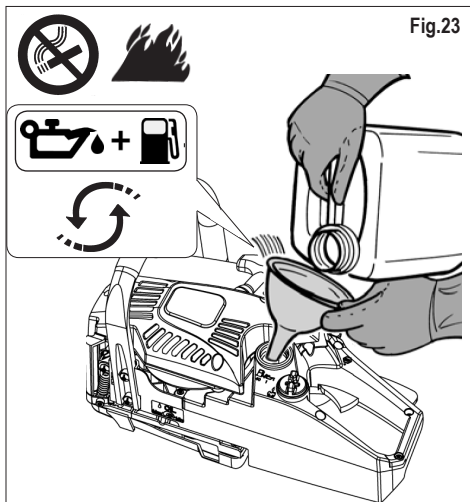

Fig.23
3) Préparer le mélange carburant et ne remplir le réservoir qu'en plein air (fig. 23).